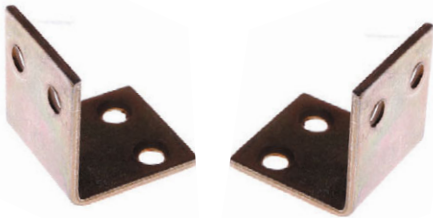

Рис. 1.49. Металлические уголки
- С помощью **металлических уголков** (рис. 1.49, 1.50) можно закрепить в ванной комнате любую полку.